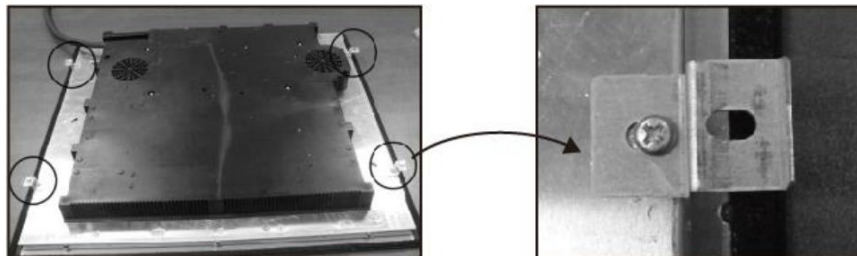

Abb. 5
5. Befestigen Sie das Kochfeld nach der Installation mit 4 Schrauben an der Unterseite des Kochfelds (siehe Abb. 5) auf der Arbeitsfläche. Passen Sie die Position der Befestigungswinkel an unterschiedliche Tischplattenstärken an.